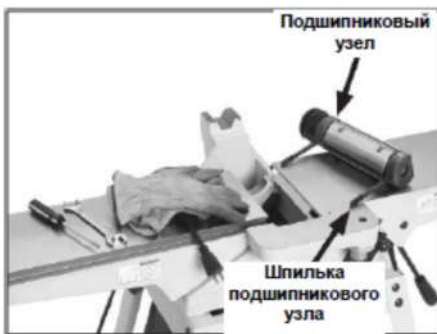

Рис. 50 Снятие ножевого вала
6. Надев прочные кожаные перчатки, осторожно снимите ножевой вал со станины (Рис. 50).